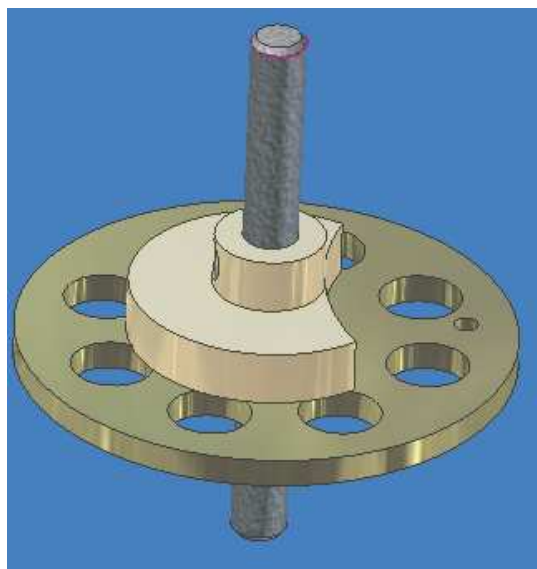

Figura 5.13 Ensamble del eje del mecanismo.
11.-Use el comando INSERT y seleccione la parte superior de el eje y la cara superior de la leva, utilice el OFFSET para indicar la altura del eje en el ensamble, figura 5.13.